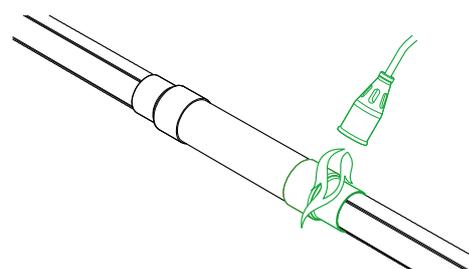

Рис. 4.8.8
- Произвести операции 6 и 7 с рукавом на другом торце муфты. (рис. 4.8.8).